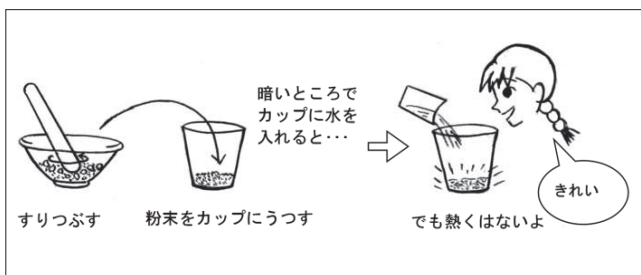

図3
- (4) 乳鉢（すり鉢）に乾燥ウミホタルを小さじ一杯入れ乳棒（すりこ木）で粉末になるまですりつぶし、粉末を筆で透明カップ（60mL）にうつします。紙カップに水を 10mL くらい入れておき、暗箱の中で透明カップに水をすばやく入れて観察しましょう（図 3）。